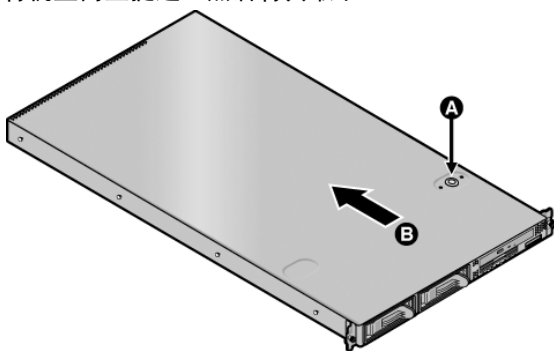

图 3-1 拆除 Sun Fire V20z 服务器的机盖
7. 将机盖略微向服务器前部拉出，然后用右拇指 (A) 按下机盖的锁存释放按钮，再将机盖向底盘后部滑动，直到其接触到障碍 (B)（请参见图 3-1）。